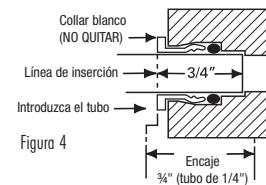

Figura 4
- Empuje firmemente el tubo hacia dentro de cada conexión del múltiple hasta que la línea quede a ras con el collar de la conexión. (Si se quita el tubo, vuelva a cortar el extremo, mida, marque y vuelva a introducir el tubo.) El tubo debe estar introducido bien a fondo para evitar que haya pérdidas. Vea la figura 4. (Para quitar el tubo: oprima y sujeté el collar blanco; tire del tubo para quitarlo.)